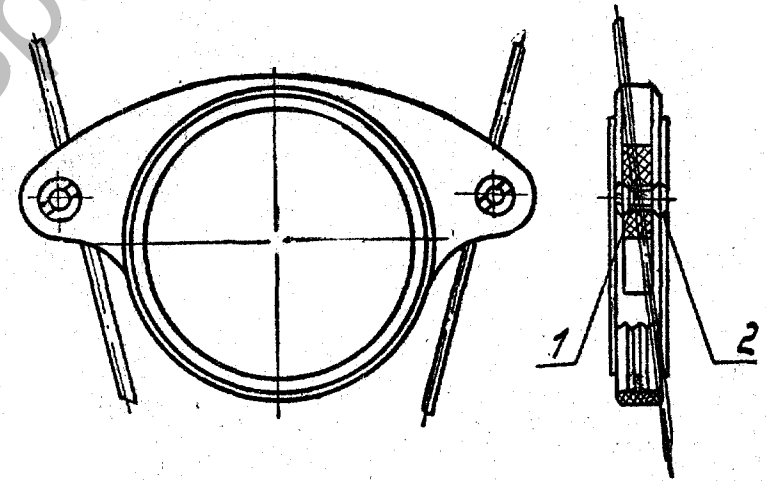

Рис. 11.
6.1.4. Световозвращатели боковые (Рис. 11) устанавливаются на спицы колес: на переднее колесо — световозвращатель с оптическим элементом оранжевого цвета, на заднее колесо — световозвращатель с оптическим элементом красного цвета.